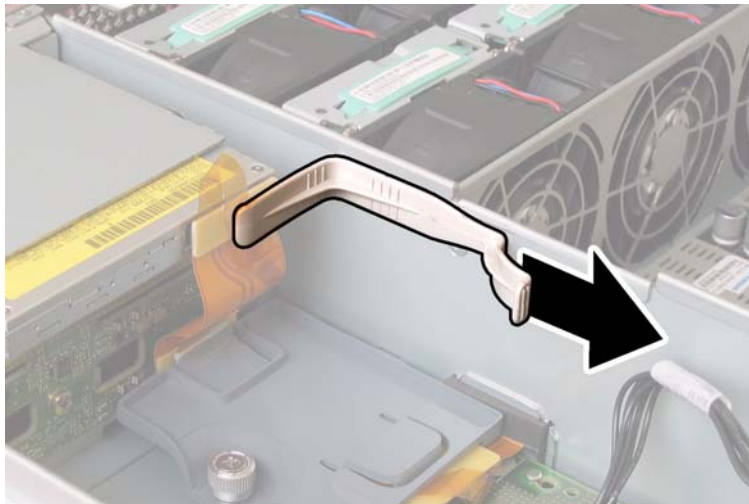

ABBILDUNG 4-50 Entfernen des oberen Kabelhalters
12. Entfernen Sie den oberen Kabelhalter aus dem Gehäuse. Drücken Sie den Kabelhalter zur Rückseite des Gehäuses, damit er aus den drei versetzten Öffnungen in der Gehäusezwischenwand freikommt. Siehe ABBILDUNG 4-50.